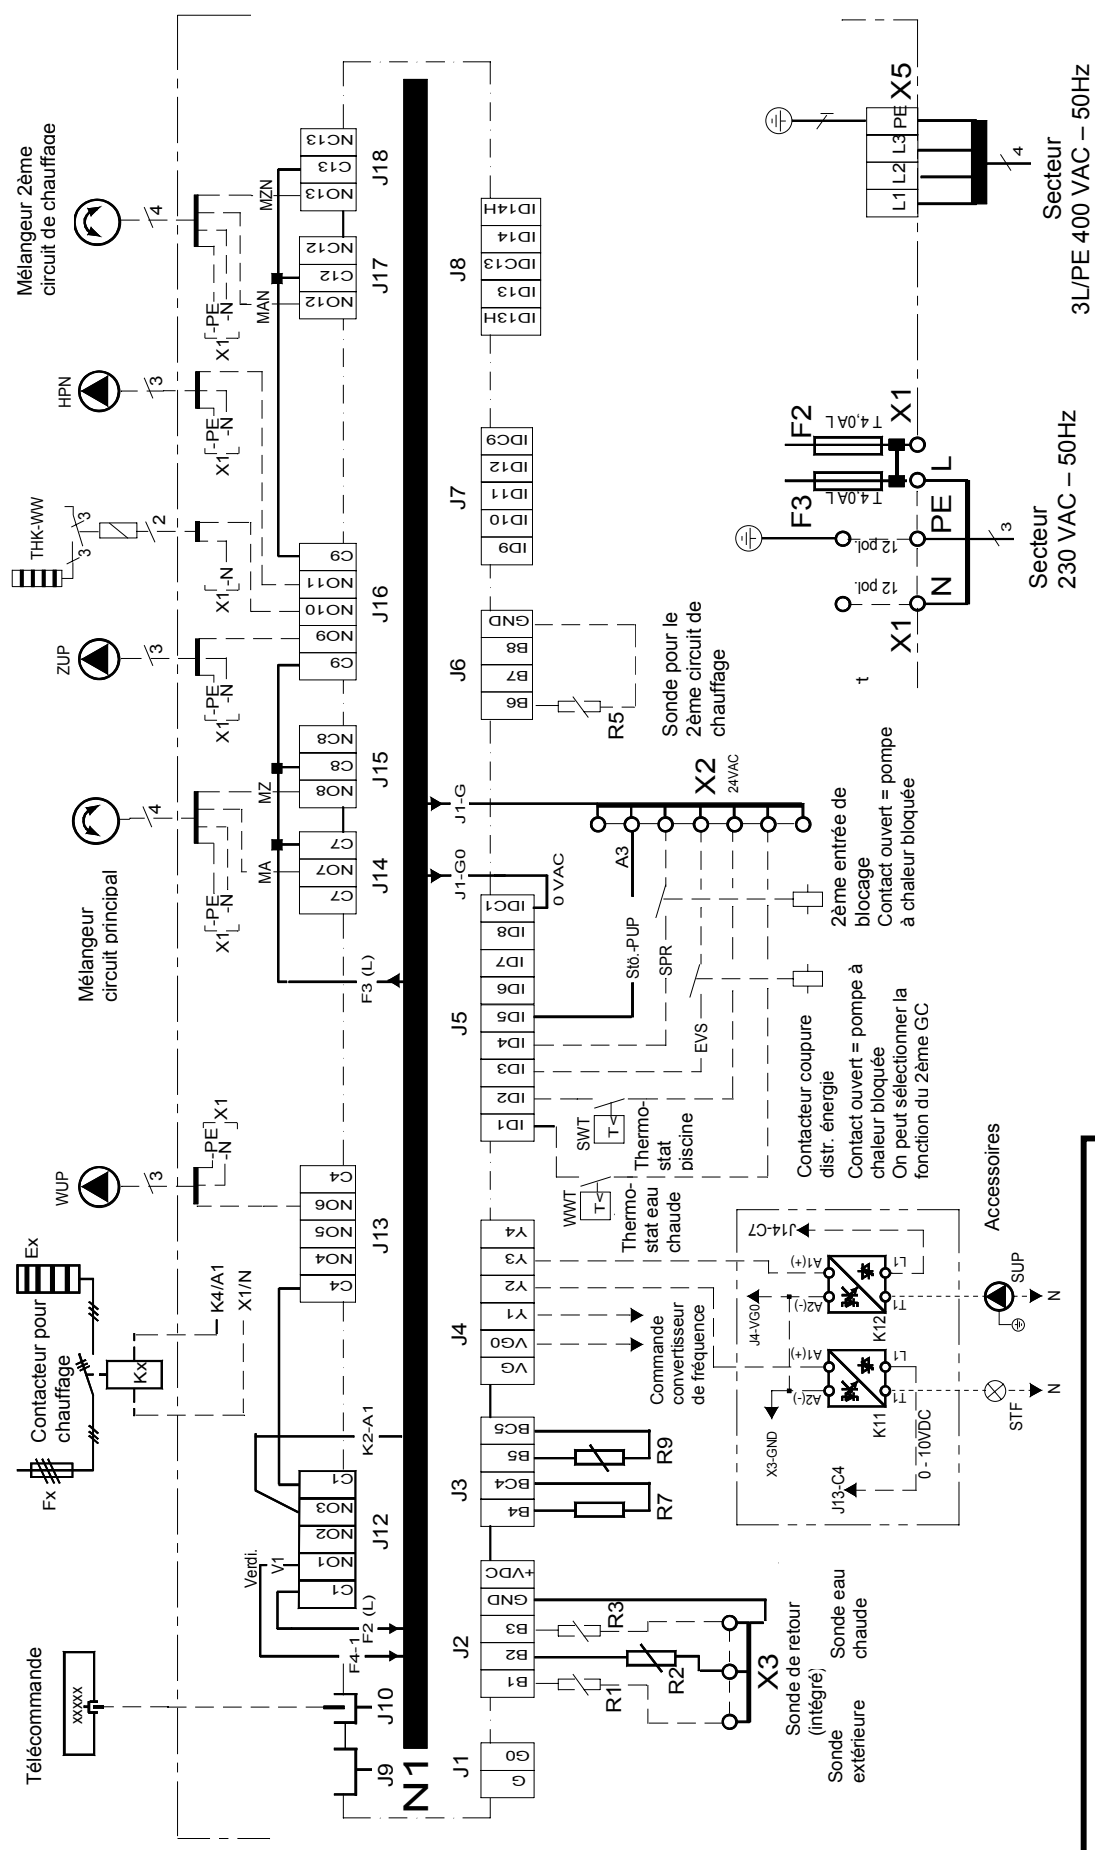

Fig. 8.11.t: Plan de raccordement électrique pour pompe à chaleur air/eau modèle compact
**Fig. 8.11.r:** Plan de raccordement électrique pour régulateur de pompe à chaleur dans le cas d'installations mono-énergétiques avec réservoir tampon en série sur circuit aller et cartouche chauffante électrique
Fig.8.11.u: Plan de raccordement électrique pour régulateur de pompe à chaleur dans le cas d'installations bivalentes avec réservoir tampon en série et chaudière à régulation constante ou glissante jusqu'à une température inférieure déterminée (par ex. 40°C)